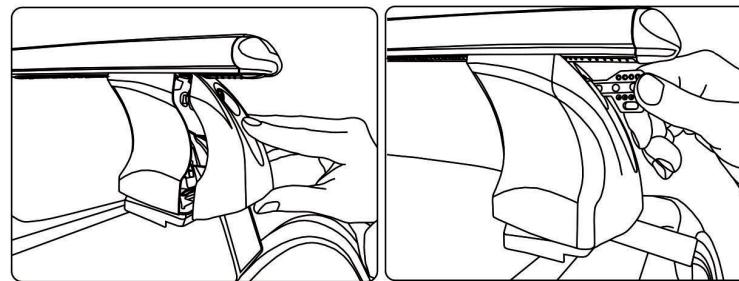

рис. 24
1.3.7 Установите передние крышки опоры. Поворотом ключа по часовой стрелки на угол $\approx 90^\circ$ закройте замки (рис. 24)